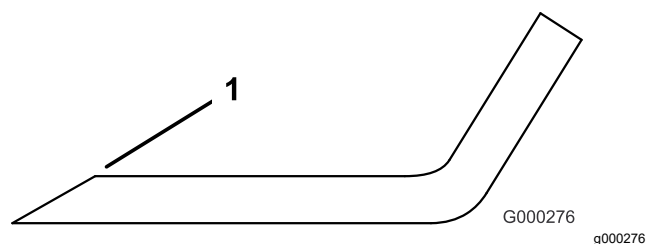

Bild 132
- Prüfen Sie die Schnittkanten aller Messer und schärfen die Kanten, wenn sie stumpf sind oder Kerben haben (Bild 132).
Hinweis: Schärfen Sie nur die Oberseite der Schnittkante und behalten Sie den ursprünglichen Schnittwinkel bei, um die Schärfe des Messers zu gewährleisten (Bild 132). Das Schnittmesser bleibt ausgewuchtet, wenn von beiden Schnittkanten die gleiche Materialmenge entfernt wird.